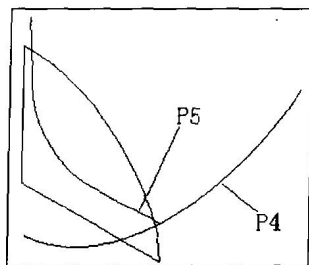

图1-7 扫描曲面截面选择
13. 命令提示行提示选择扫描截面，选择如图 1-7 所示圆弧 **P4**。
15. 命令提示行提示选择扫描路径，选择如图 1-7 所示直线 **P5**（与其相连接的图素均会被选上）。